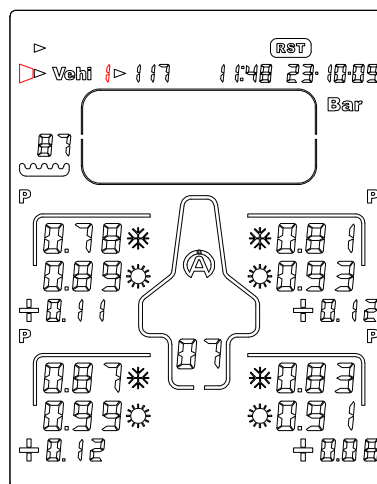

Figure 15
- 2) Avec le bouton  ou , sélectionnez l'icône « **Vehi** » (figure 15)
- 3) Avec le bouton  ou , sélectionnez le véhicule désiré (figure 15)